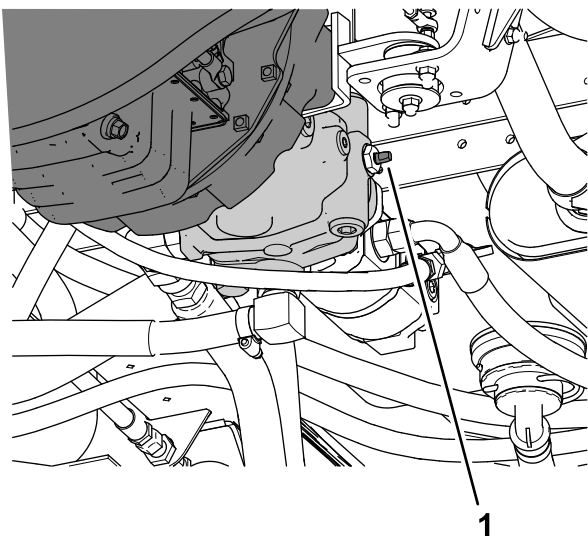

Figura 48
3. Gire la válvula de remolcado (Figura 48) 90° en cualquier sentido para abrirla.